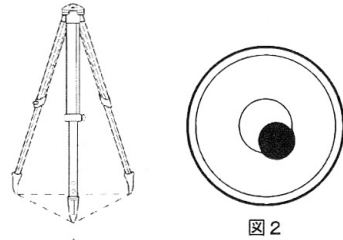

図1
2. 三脚を開き、石突を踏み込み、しっかりと固定します。(図1)